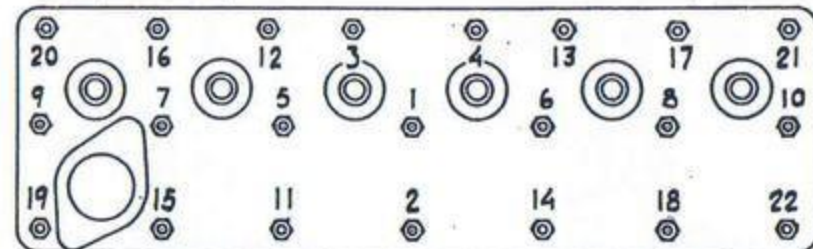

Bild 40. Ätdragningsschema för cylinderlocksskruvar.
10. Lägg på ny cylinderlockspackning och montera cylinderlocket. Dra cylinderlocksskruvarna i ordning enl schema bild 40. Momentet skall vara 7—8 kgm (50—60 fflb).